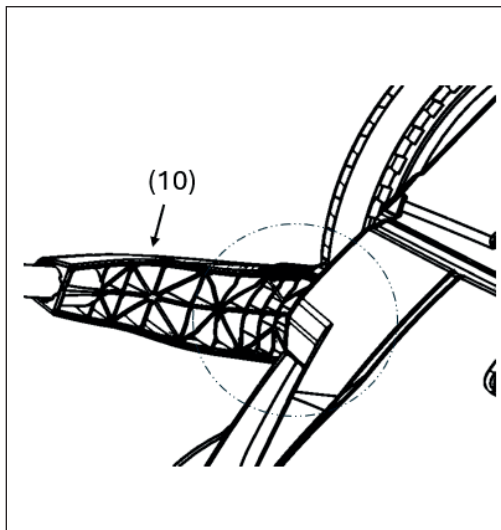

Fig. 9: Smontare l'archetto di spinta
1. Portare la barra di spinta in posizione in modo che la barra dell'impugnatura (10) sia allineata con il bordo del coperchio (Fig. 9). In questa posizione, il fermo dell'impugnatura è allineato con la scanalatura del telaio e l'impugnatura può essere rimossa con una leggera pressione verso l'esterno.